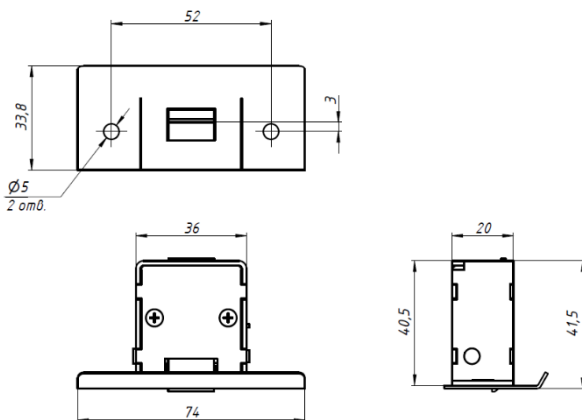

Рис. 2 Габаритные и установочные размеры защелки
- 4) Выполнить отверстие для установки корпуса глубиной не менее 42 мм (рис.2).